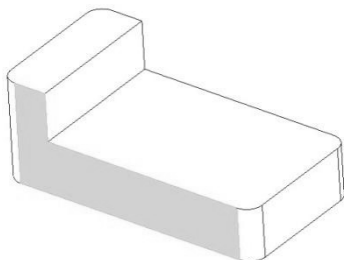

图 4-53 指定的草绘平面
(1) 单击  按钮打开拉伸操控面板，单击属性面板上的  按钮。
(2) 在绘图区选择如图 4-53 所示的草绘平面，单击  进入草绘模式。单击工具栏中的 ，系统弹出【参考】对话框，选择如图 4-54 所示的两条实体边界作为参考边界。关闭对话框，绘制如图 4-54 所示的二维剖面。